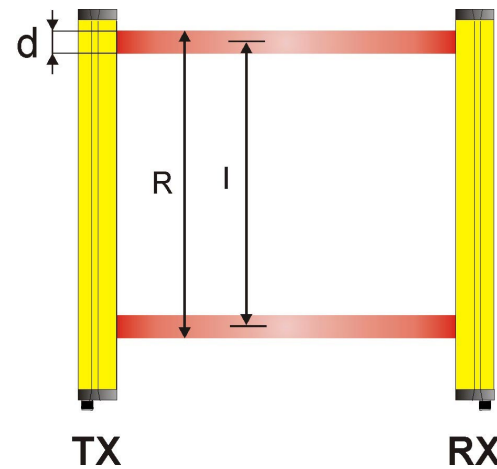

Fig.2
In Fig.2 sono evidenziati, a titolo di esempio, l'interasse ottico (I) e la risoluzione (R) per quanto attiene alle barriere di sicurezza destinate alla protezione corpo.